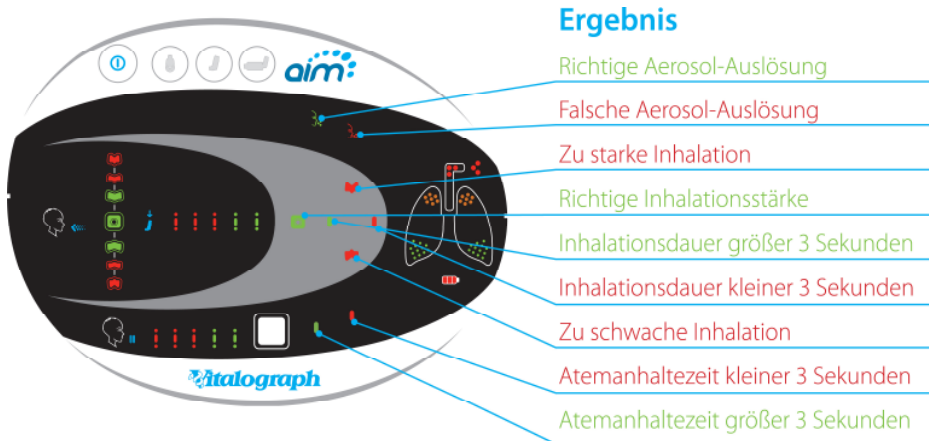

Abbildung 3: Ergebnisdarstellung
7. Danach erscheinen das individuelle Ergebnis (Abbildung 3) und die Bewertung der Inhalationstechnik (Abbildungen 4-6).